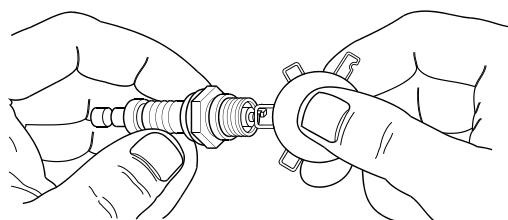

Figura 4-3: Ajuste de la separación del electrodo de bujía
5. Compruebe la separación de los electrodos de bujía usando un calibrador de espesores de alambre. Vea la Figura 4-3. Ajuste la separación doblando cuidadosamente el electrodo de conexión a tierra: